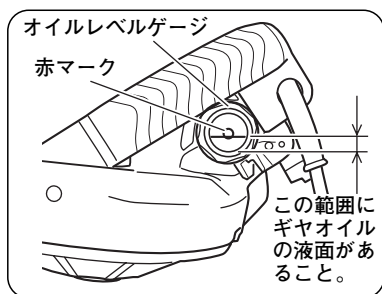

図 39
- (1) 本機を図39の状態（水平）に置きます。スタンド付で点検する場合は、本体を下限に降ろした状態で行なってください。この際、ギヤオイルは、オイルレベルゲージから少ししか見えませんので、なるべく本体をスタンドからはずして点検するようにしてください。
- (2) オイルレベルゲージ中心の赤マークから下側の間にギヤオイルの液面があることを点検し、不足の場合は、補給してください。
- (3) ギヤオイルは、オイルレベルゲージを取りはずして、補給または交換してください。